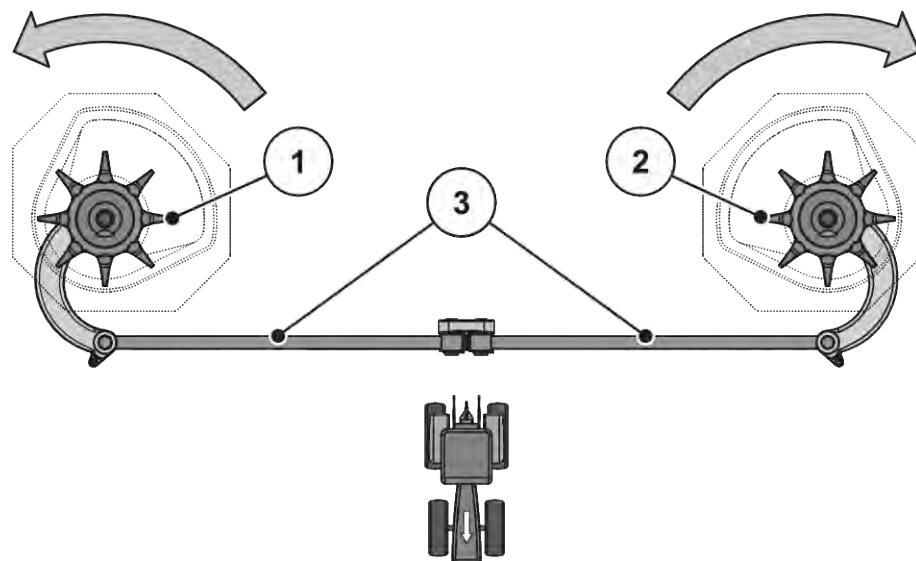

Fig. 60: Kontrollere røreverksdrev
- Drei blandehodet for hånd i **retningen til spredeskiven**. Se Fig. 60 Kontrollere røreverksdrev.
- ▷ Drei rørehodet for hånd eller ved hjelp av et oljefilterbånd kraftig **mot dreieretningen til spredeskiven**. Se Fig. 60 Kontrollere røreverksdrev